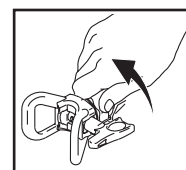

Fig. 11
4. Îndepărtați protecția vârfului. (Fig. 11)